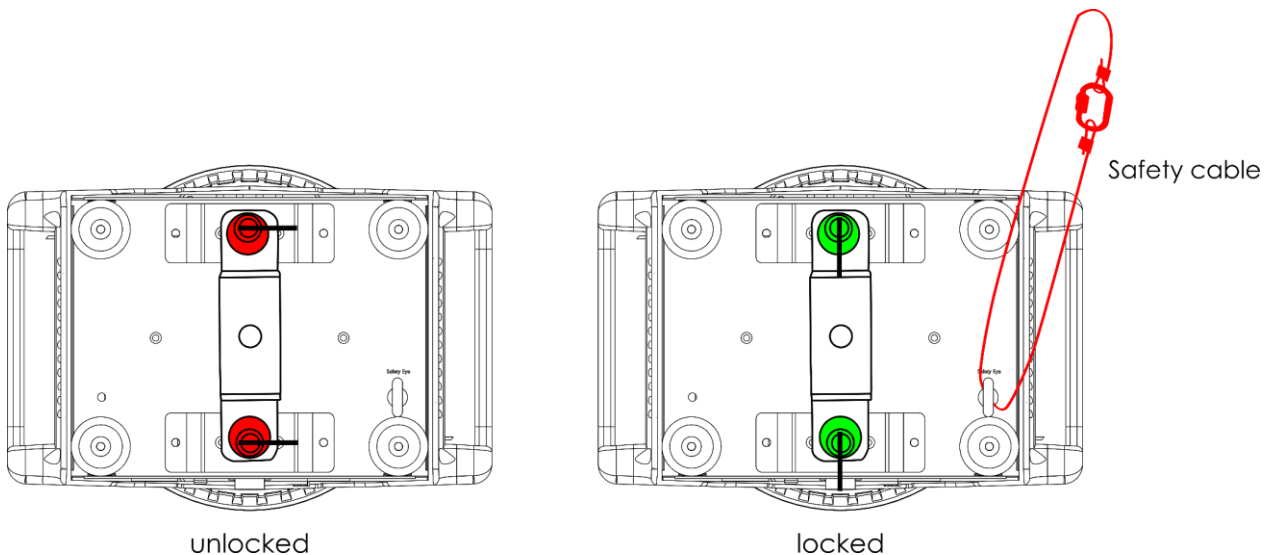

Fig. 10
- 02) Fixez le support de verrouillage rapide fourni avec l'appareil dans les **orifices de fixation du support de verrouillage rapide (11)**, comme indiqué sur la Fig. 10.
- 04) Attachez l'appareil à l'aide d'une suspension secondaire, un câble de sécurité, par exemple. Assurez-vous que la suspension secondaire est capable de supporter 10 fois le poids de l'appareil. Si possible, la suspension secondaire doit être fixée à une structure porteuse indépendante de celle de la suspension primaire. Faites passer le câble de sécurité dans l'anneau de sécurité, comme indiqué sur la Fig. 10.